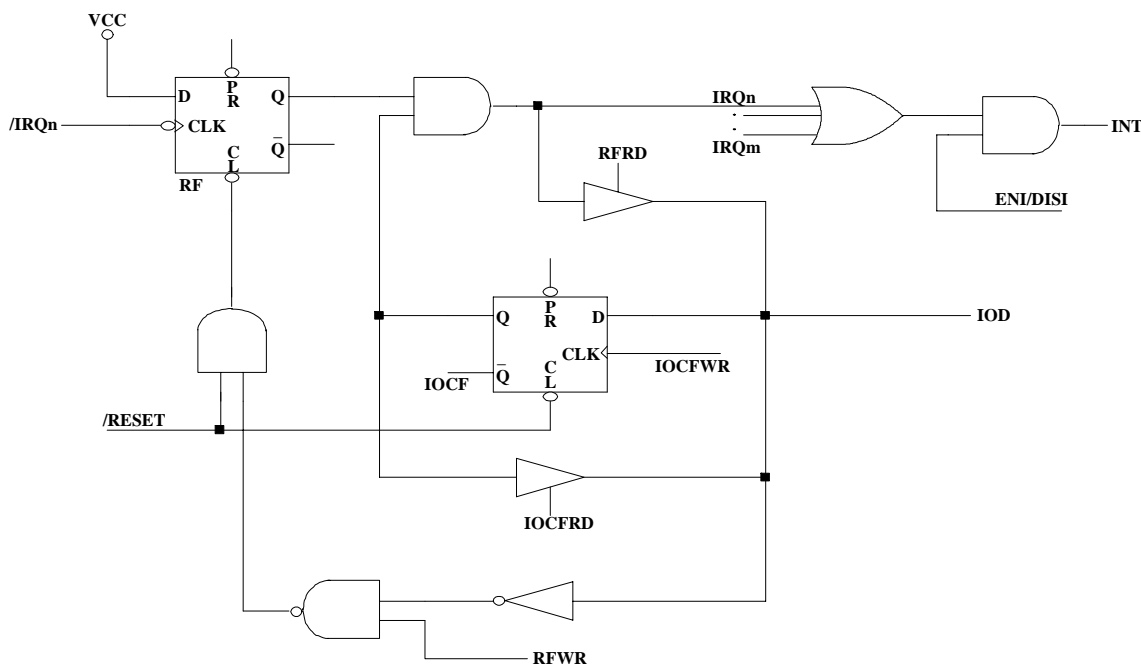

图 10 中断输入电路
不管其屏蔽位状态如何或是否执行ENI，中断状态寄存器 (RF) 的标志位 (除ICIF 位以外) 会由中断置位。注意RF 的值是RF 和IOCF 逻辑与的结果 (参见图10)。RETI 指令结束中断子程并使能全局中断 (执行ENI)。